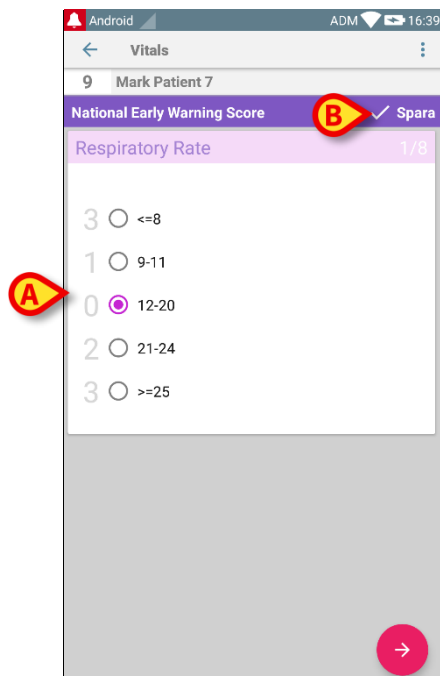

Fig. 60
Skärmbilden för inmatning av data öppnas (Fig. 60).
- Redigera data (Fig. 60 **A**).
- Tryck på **Spara** (Fig. 60 **B**).